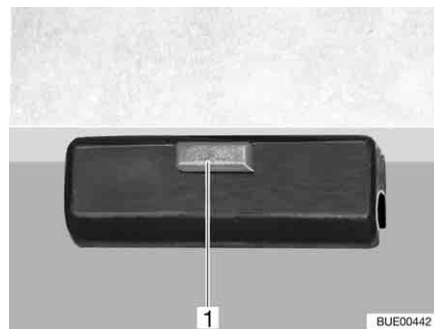

Fig. 72 Dispositif de verrouillage
- Desserrer le dispositif de verrouillage (Fig. 72,1) du plateau de la table.